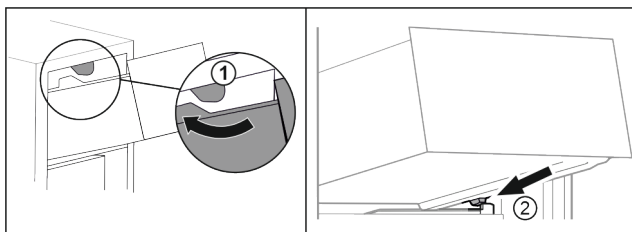

Fig. 16
- ▶ Vedte zásuvku podél horních zářezek Fig. 16 (1).
- ▶ Nasadte zásuvku šikmo za dolní zářezky na žebrování na nádoby Fig. 16 (2).